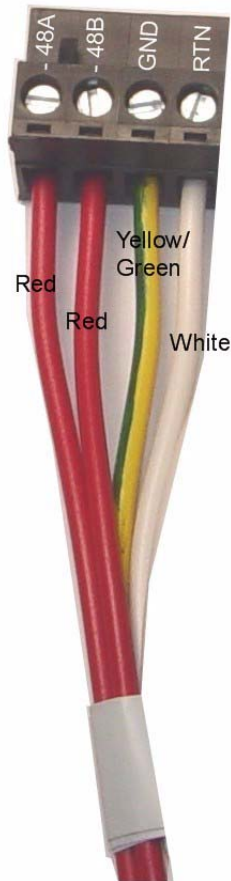

図 1-11 9101 PEM プラグ（接続端子を識別）
2. 図 1-11 の色の導線（14AWG）を使用し、被覆を 6.5mm ほど剥きます。